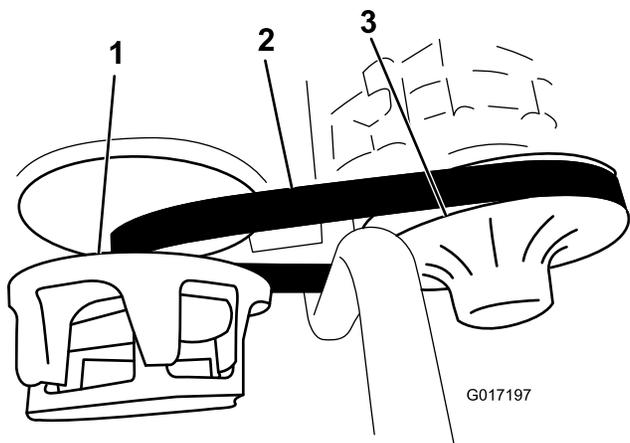

Figura 65
3. Fate girare la cinghia (Figura 65) ed ispezionatela per rilevarne l'eventuale eccessiva usura o danni.
3. Girate la cinghia e fatela passare sulla frizione secondaria (Figura 65).
4. Rimuovete la cinghia dalla frizione primaria (Figura 65).
5. Allineate la nuova cinghia sopra la frizione primaria (Figura 65).
6. Girate la cinghia e fatela passare sulla frizione secondaria (Figura 65).